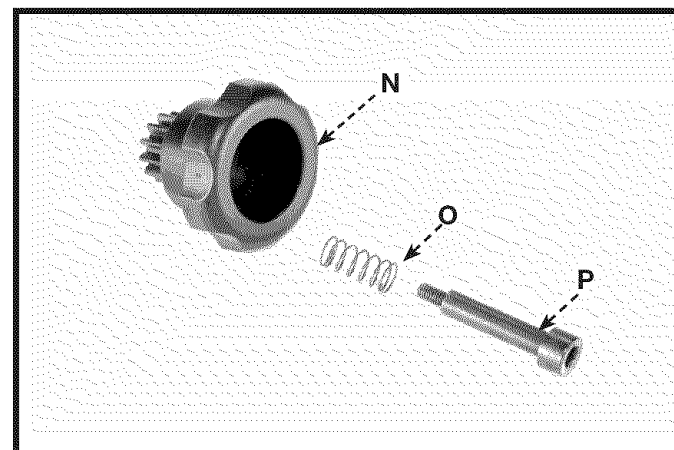

Fig.14
7. Fig. 14 exposiciones la perilla (N) desmontada de piñón de inclinación de mesa, la primavera (O), y el tornillo (P) especial, quitado en el **PASO 1**.